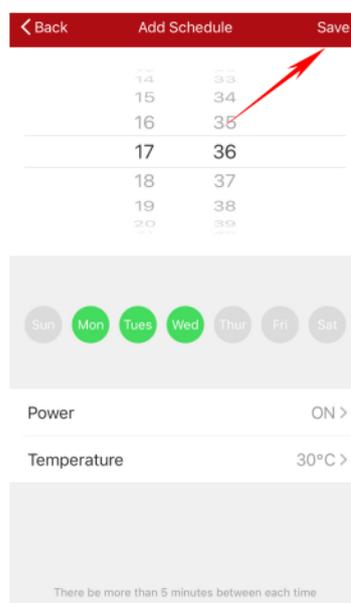

Figura 10
- Premere il pulsante "Salva" [Save] nell'angolo in alto a destra per salvare la schedulazione settimanale, come mostrato nella figura 10.